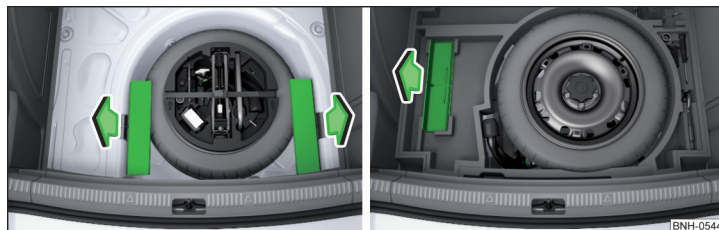
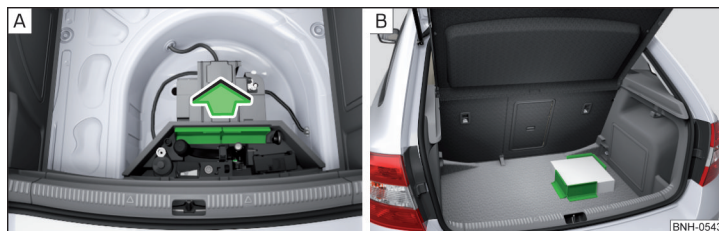

Abb. 95 Cargo-Elemente herausnehmen: Variante 1 / Variante 2
Abb. 96 Cargo-Elemente herausnehmen: Variante 3 / Befestigungsbeispiel der Ladung mittels des Cargo-Elements
- Zum **Gebrauch** die Cargo-Elemente in Richtung der Pfeile herausnehmen » Abb. 95 und » Abb. 96 - **A**.
- Die Ladung mittels der Cargo-Elemente möglichst in der Nähe der Rücksitze befestigen » Abb. 96 - **B**.